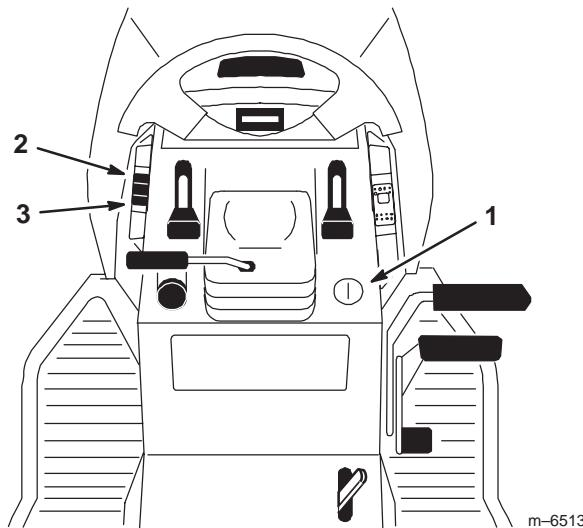

Bild 20
Mit dem Hub (Bild 20) für Zusatzgeräte heben und senken Sie diverse Geräte, die an den Traktor angebaut werden können.
1. Drehen Sie den Zündschlüssel auf „Ein“ oder „Lauf“ (Bild 20).
2. Schieben Sie den Hubschalter auf „Auf“, um den Anbaugerätehub anzuheben (Bild 20). In dieser Stellung wird das Gerät in die (der) obere(n) oder gehobene(n) Stellung gehoben oder gehalten.
2. Schieben Sie den Hubschalter nach unten, um den Anbaugerätehub abzusenken (Bild 20). Das senkt den Gerätehub ab.